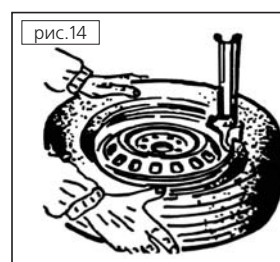

рис.14
3. Положите шину на обод, приподняв её левую сторону, затем начните вращать стол, одновременно надавливая на покрышку, чтобы нижний борт вошел за край обода (рис. 14).